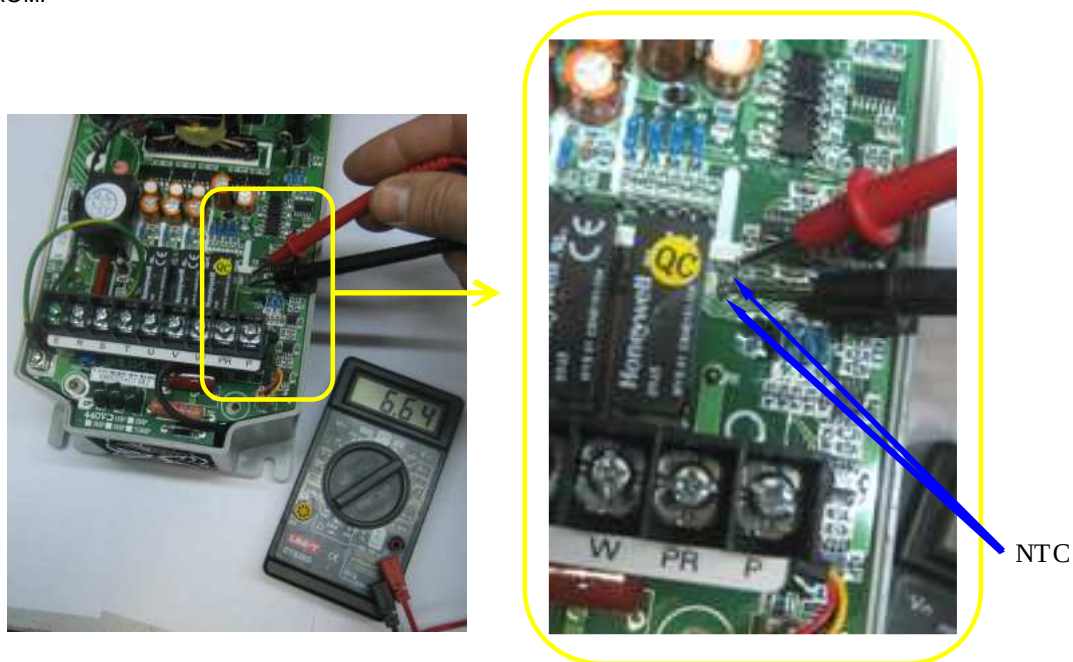

Рис. 4.10. Проверка исправности термодатчика матрицы IGBT (контакты NTC).
4.6.10. Проверить исправность термодатчика матрицы IGBT. Установить измерительный прибор в режим измерения сопротивления на пределе 20 кОм. Измерить сопротивление цепи на плате драйверов между контактами матрицы, обозначенными NTC, как показано на рис. 4.10. Сопротивление при температуре окружающей среды +20°C должно быть в пределах от 6 до 7 кОм.